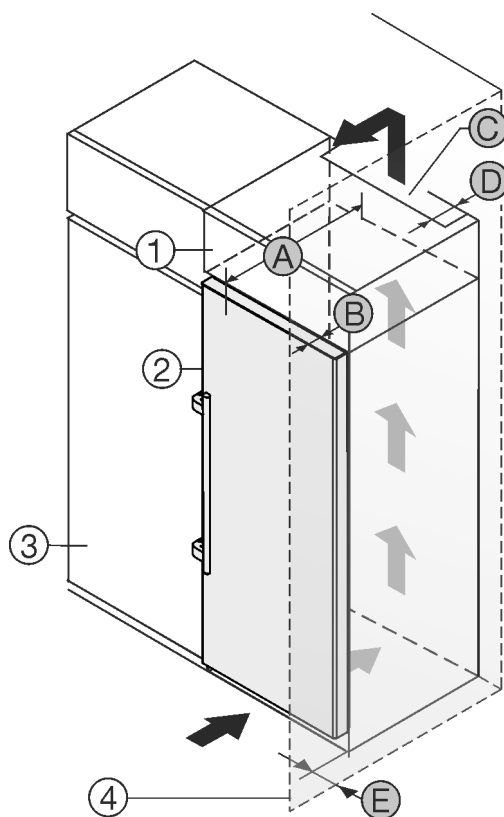

Fig. 2
- (1) Rehausse*
- (2) Appareil*
- (3) Placard de cuisine*
- (4) Mur*
- (A) Profondeur de l'appareil*
- (B) Profondeur de porte*
- (C) Section de ventilation*
- (D) Distance du dos de l'appareil*
- (E) Distance par rapport au côté de l'appareil*
Installer l'appareil directement à côté du placard de cuisine Fig. 2 (3)*.
Une sortie d'air avec la profondeur Fig. 2 (D) doit être présente au dos de la rehausse sur toute sa largeur.*
La section de ventilation Fig. 2 (C) sous plafond doit être respectée.*
Si l'appareil est installé avec les charnières près d'une paroi Fig. 2 (4), la distance entre l'appareil et la paroi doit être d'au moins 57 mm (2.24 in). Cela correspond au dépassement de la poignée lorsque la porte est ouverte.*
Pour pouvoir ouvrir complètement les portes, l'appareil doit déborder de la profondeur de la porte Fig. 2 (B) par rapport à la façade du placard. L'appareil peut déborder encore plus en fonction de la profondeur des placards Fig. 2 (3) et de l'utilisation de cales d'épaisseur.*